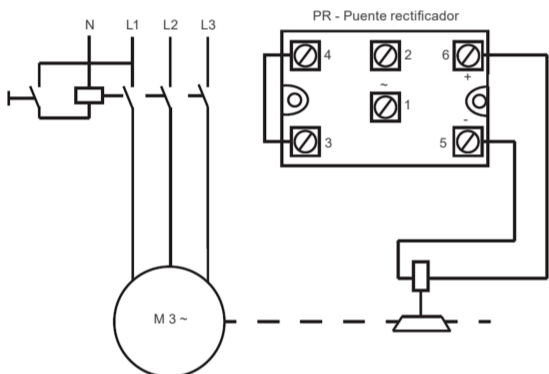

Figura 2.1: Esquema de conexión en el puente rectificador para frenado normal
A. **Frenado normal:** la alimentación del puente rectificador de la bobina del freno puede ser realizada directamente a partir de los terminales del motor, sin interrupción, según lo mostrado en la Figura 2.1 y en la Tabla 2.1.
B. **Frenado rápido:** para el frenado rápido, el puente rectificador debe estar alimentado según el esquema de conexión indicado en la Figura 2.1 y en la Tabla 2.1.